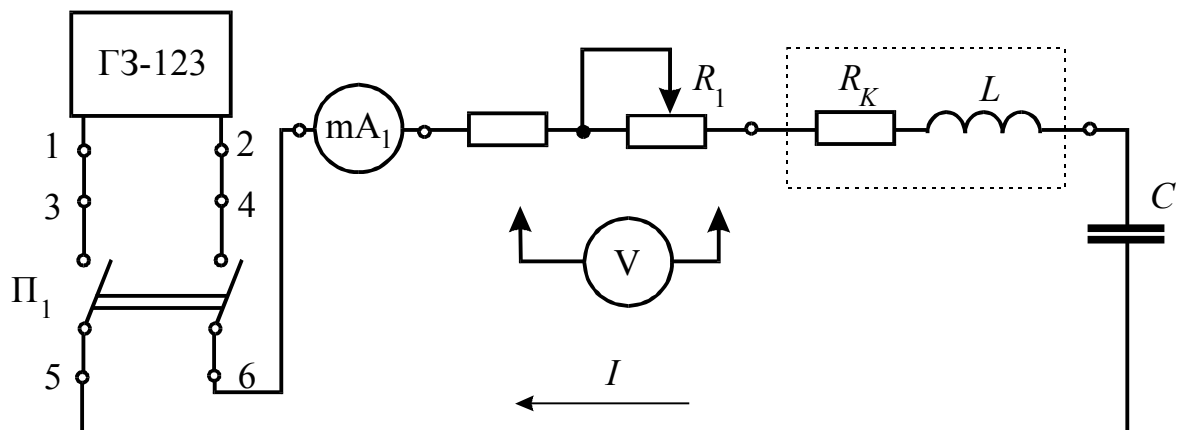

Рисунок 7.5 – Схема электрического последовательного колебательного контура
7.6.2 Схема последовательного колебательного контура, рисунок 7.5.